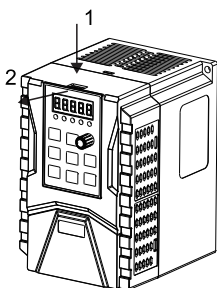

图 3-4 拆卸键盘
- 拆卸键盘，如下图 3-4：先由方向 1 按压键盘弹性卡扣，然后方向 2 抬起键盘。